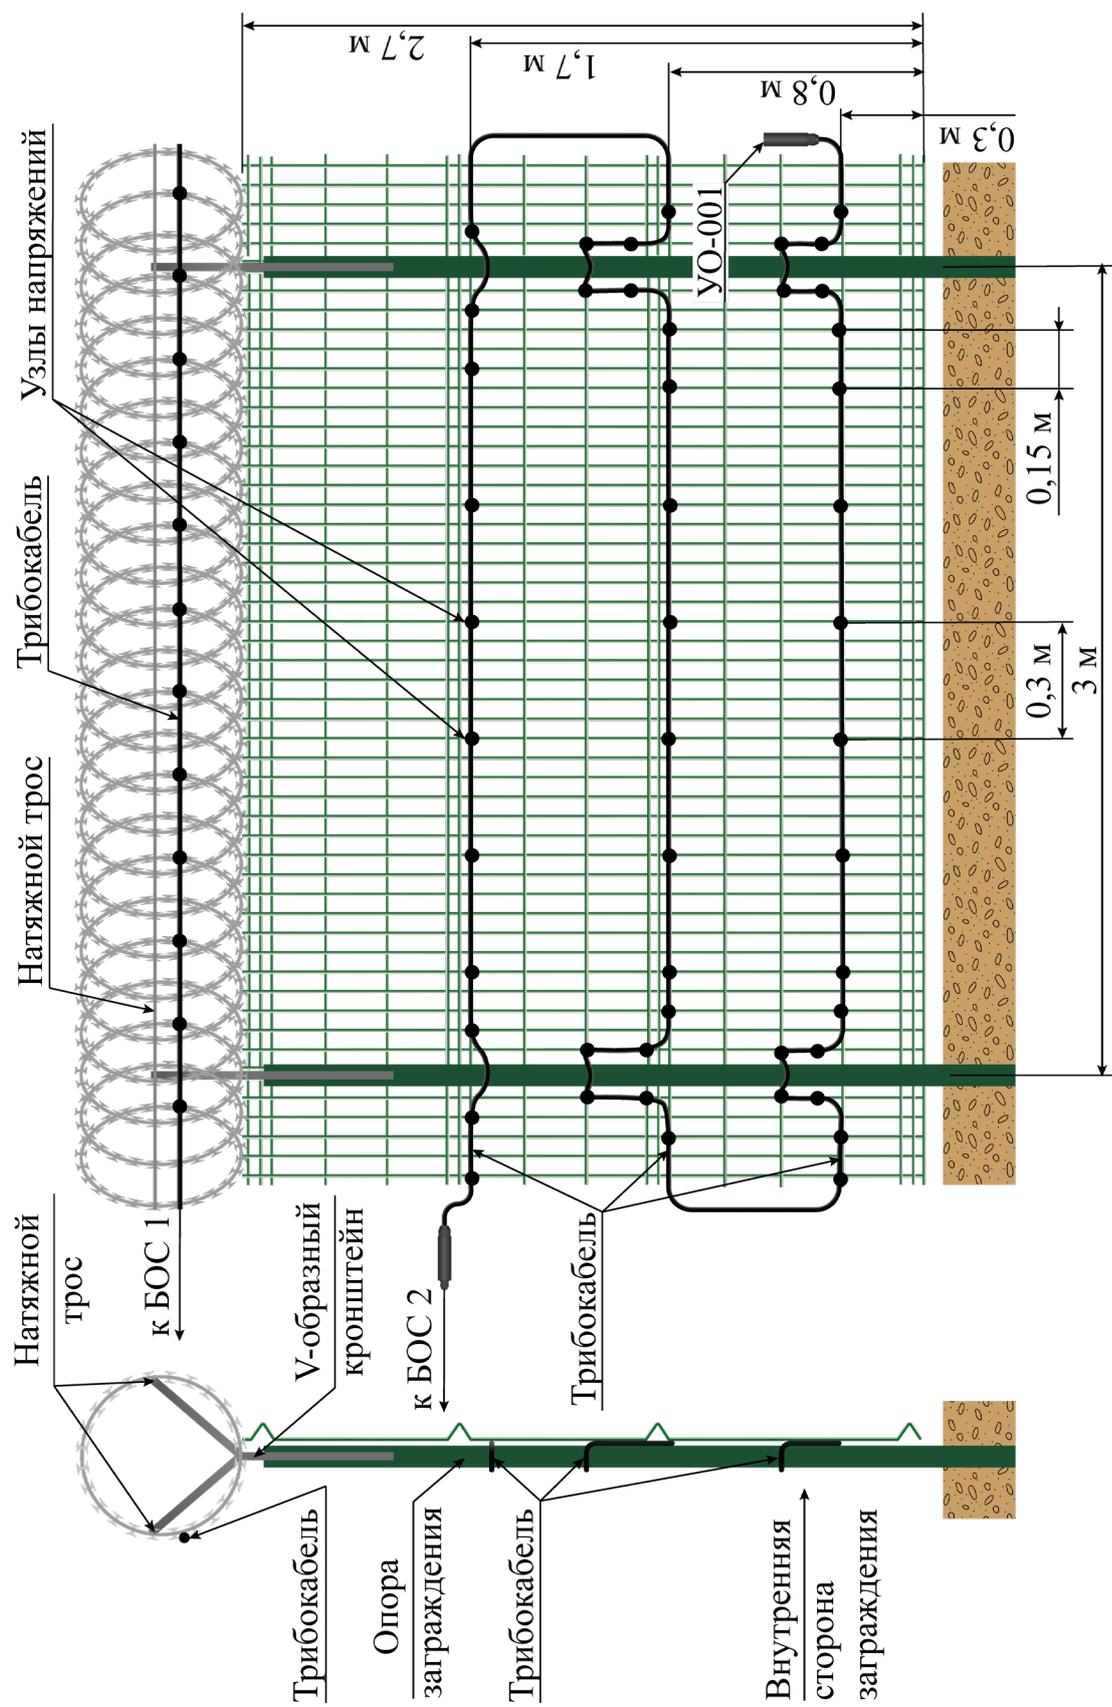

Рисунок 4.2 – Вариант прокладки ЧЭ (трибокабеля) на заграждении из сварных решетчатых 3D панелей с козырьком из объемной спирали АКЛ
4.2.2 Монтаж ЧЭ ТППэп-10П SKICHEL на заграждение из сварных решетчатых 3D панелей (рисунок 4.2)
– жестко закрепить чувствительный элемент на заграждении путем скруток стальной оцинкованной термически обработанной проволоки (ГОСТ 3282) диаметром $1,4 \div 1,6$ мм с шагом 0,3 – 0,4 м, с образованием «узлов напряжений» - мест акцентированного трибоэлектрического эффекта. Скрутку выполнять до начала видимой деформации оболочки трибокабеля, не приводящей к нарушению ее целостности (рисунок 4.2).
4.2.3 Монтаж ЧЭ ТППЭп-10П SKICHEL на гибкое заграждение (козырек) из объемной спирали АКЛ (рисунок 4.2)